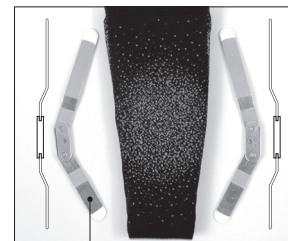

Figure 1
- La genouillère est livrée avec les cadrans articulés insérés dans leurs emplacements dédiés, de chaque côté du produit, comme indiqué en figure 1.